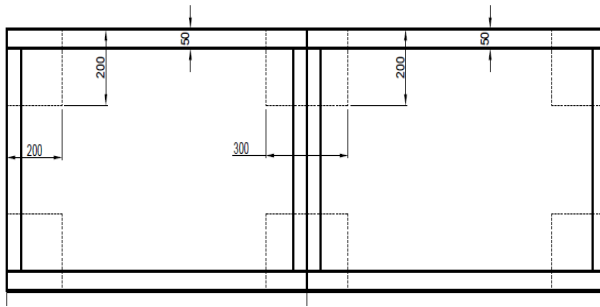

Rys. Nr 25 Centrala na ramie
b) dla central (małe gdzie mogą wystąpić stopki, ale są z ramą) podparcie nie może być mniejsze niż 200x200mm i usytuowane na zewnętrznych końcach ramy oraz w środku jej długości (w miejscu poprzeczki środkowej) Rys. Nr 25, Rys. Nr 26